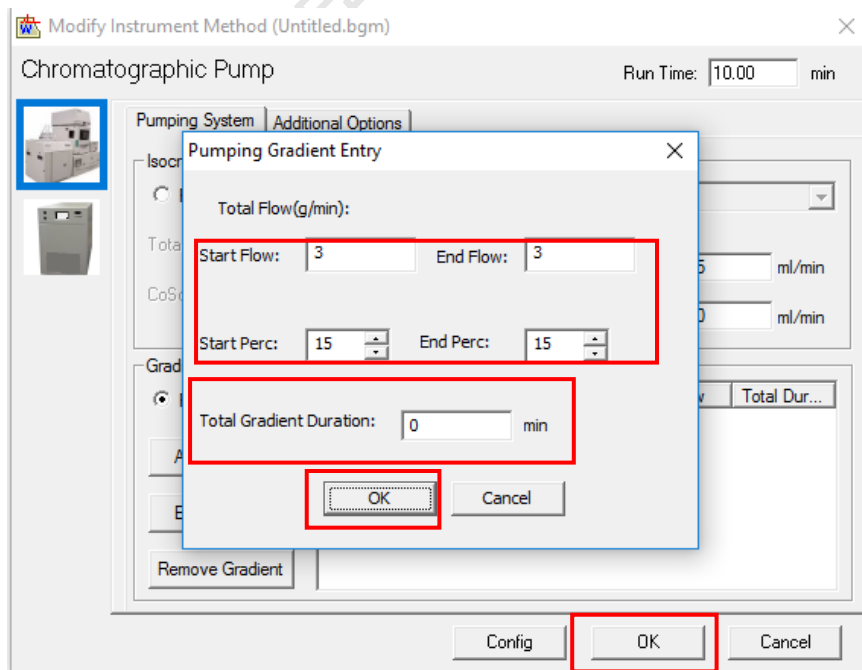

图6-22
② 梯度洗脱 (Run Gradient): 选择 Run Gradient, 点击 Add Gradient, 弹出 Pumping Gradient Entry 对话框 (图6-22); 输入 Start/End Flow, Start/End Prec, Total Gradient Duration, 点击 OK, 根据需要进行点击 Add Gradient 增加洗脱程序。设置完成点击 OK。